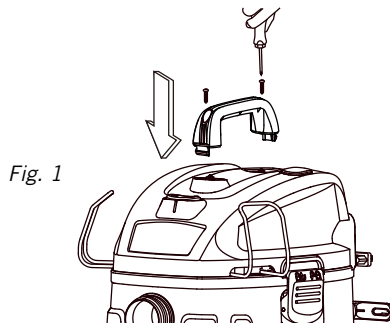

Fig. 1
4. Inserte la manilla 2 en las ranuras ubicadas en la parte superior del cabezal de alimentación 8 y asegúrela usando los tornillos 10 incluidos. No apriete demasiado los tornillos. Fig. 1.